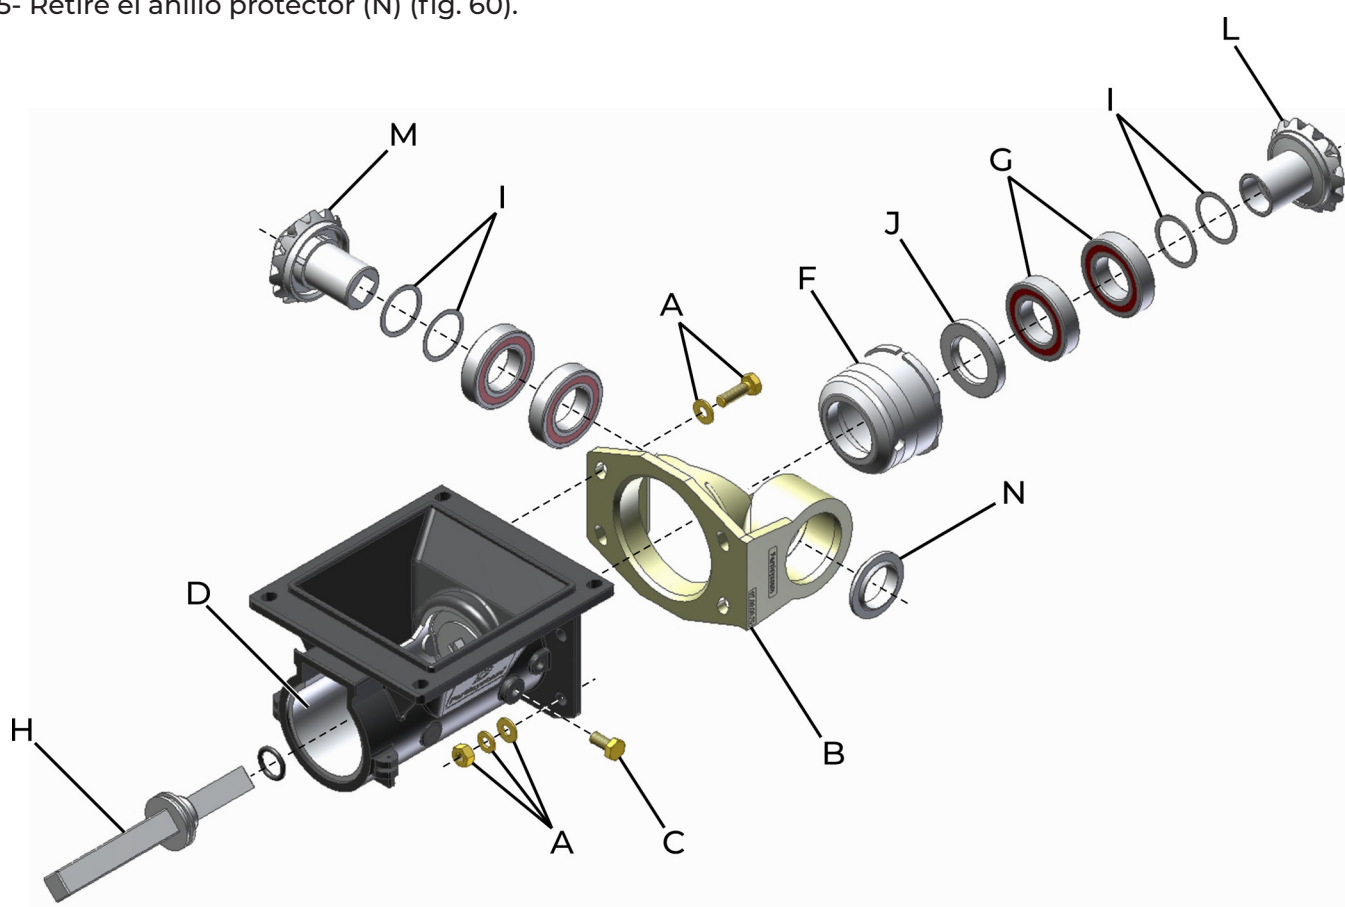

fig. 60
- 2- Retire los cuatro tornillos y tuercas (A) (fig. 60) del soporte del cojinete de los piñones de la transmisión (B) (fig. 60);
- 3- Afloje y retire los tornillos (C) (fig. 60) que fijan el revestimiento (D) (fig. 60) retirándolo del conjunto;;
- 4- Retire el buje del émbolo (F) (fig. 60) y los rodillos (G) (fig. 60). Retire el eje de transmisión (H) (fig. 60) y retire el buje del émbolo de los rodillos y el retén (J) (fig. 60) haciendo la limpieza o la sustitución necesaria;
- 5- Retire el anillo protector (N) (fig. 60).
Este tipo de marcador de líneas consiste en un sistema de resorte copiador (G) (fig. 47), con ajuste de presión a través de la tuerca (H) (fig. 47), lo que permite una lectura uniforme y un fácil ajuste en los más variados tipos de suelo. Si es necesario sustituir los piñones, hay que hacerlo a partir del conjunto: piñón de accionamiento (L) (fig. 60) y piñón movido (M) (fig. 60).
El retén (J) (fig. 60) debe ser reemplazado al desmontarlo, ya que sufrirá daños en este procedimiento.